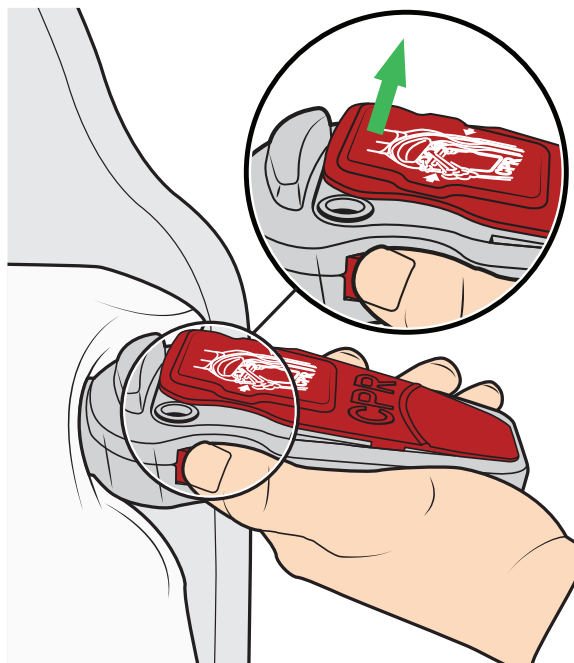

図 26
2. CPR 急速収縮ユニットの前面部分が開いていることを確認してください。図 26 を参照してください。CPR 急速収縮ユニットは、マットレス本体から 15 秒間空気を排出します。